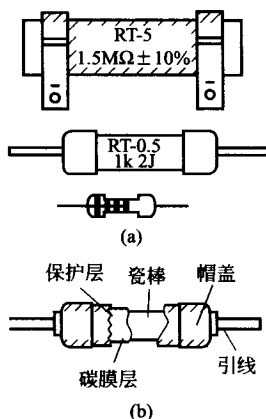

图 1-1 碳膜电阻器
② 薄膜电阻器。薄膜电阻器是在一个绝缘体(一般是圆形瓷棒)上真空喷镀一层导电膜或通过化学热分解的方法沉积一层导电膜,加上引线,喷上保护漆而制成的。薄膜电阻器的阻值可通过镀膜厚度及采用刻槽的办法来控制。将镀好膜的瓷棒夹在刻槽机上,瓷棒旋转,用刀把薄膜刻成螺旋状,刻的越细长,阻值越大。常用的薄膜器有碳膜电阻器、金属膜电阻器和金属氧化膜电阻器。
a. 碳膜电阻器(型号 RT)。碳膜电阻器的外形如图 1-1(a)所示,内部结构如图 1-1(b)所示。碳膜电阻器的主要特点是高频特性好、价格低、体积小、质量轻、稳定性和精度都较高、噪声较小、自身电感较小,可用于数百兆欧姆以下的电路中,功率一般在 2W 以下。它又分超小型、测量型几种。